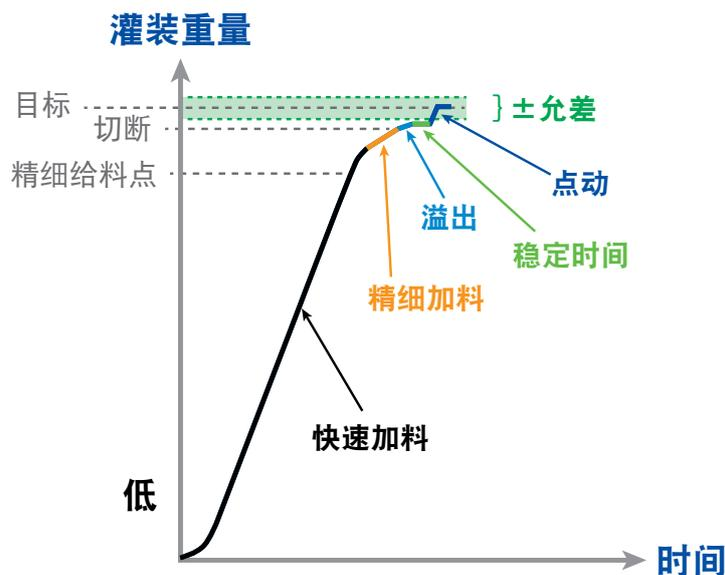

图 25: 两种速度灌装操作
- 图 25 提出了一种改善速度/准确度难题的方法。我们可以快速/低精确度地灌装料罐的大部分，然后在快填满时切换到低速/高精度。换句话说，就是使用两种灌装速度，下文将进行详细讨论。只要我们及时实施制动，以高精度结束，就不会因为以低精确度灌装料罐大部分而出现损失。这已成为灌装过程中让速度与准确度达到合理平衡的常规方法，如今此方法已被广泛应用。
图 25 是用传统两种灌装速度操作的灌装重量与时间的图形。可能会将部分成分或所有成分集成到典型灌装操作中，这取决于精确度要求。顶部显示的是目标灌装重量  $\pm$  允差范围。可将灌装周期分为几个阶段，如图所示。在进料设备刚启动时，在快速灌装阶段，物料流要用一段时间来加速到稳定流量，此阶段占据了大部分的灌装时间和重量。除此之外，是优化灌装重量的其他阶段，以确保重量在允差范围内。下文将详细介绍各个术语。